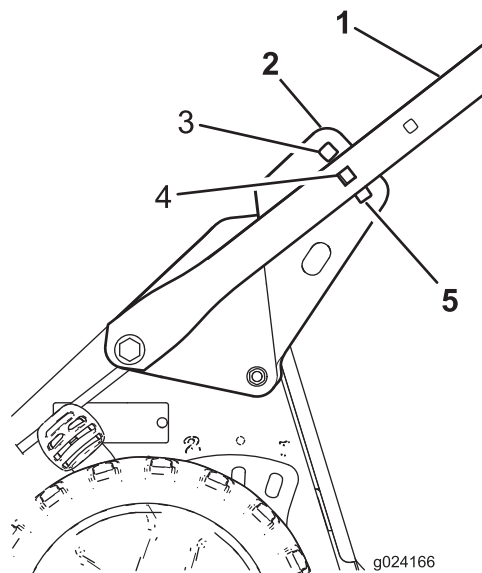

Figure 5
5. Tenez-vous derrière la machine à la position d'utilisation pour déterminer quelle hauteur du guidon vous convient le mieux (Figure 5).